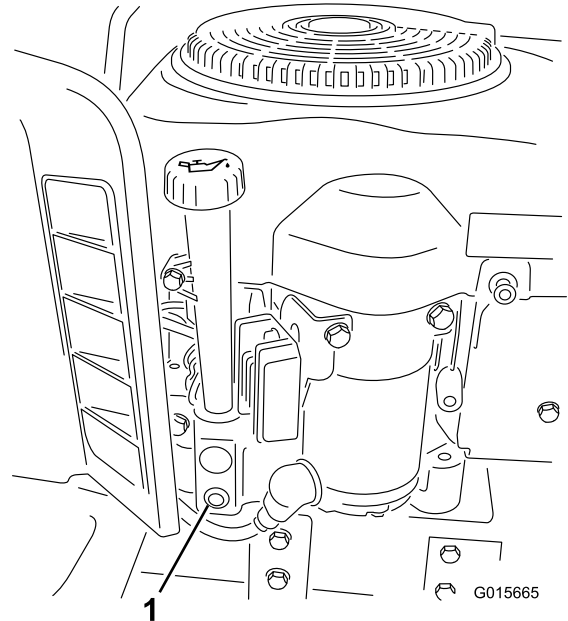

Figure 18
- Placez un bac de vidange sous le bouchon de vidange d'huile et ouvrez celui-ci en tournant l'écrou d'extrémité dans le sens antihoraire (Figure 18).
- Versez lentement environ 80 % de la quantité d'huile spécifiée dans le trou de remplissage (Figure 18). Contrôlez le niveau d'huile (voir le point 4 de la rubrique Contrôle du niveau d'huile).